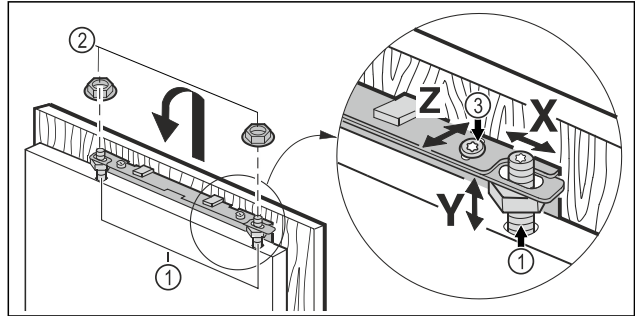

Fig. 46
- ▶ Hang de meubeldeur aan de stelbouten Fig. 46 (1) en draai de borgmoeren Fig. 46 (2) losjes op de stelbouten.
- ▶ Meubeldeur in de hoogte Y en in de zijdelingse schuinite uitlijnen: Stelbouten Fig. 46 (1) met een schroevendraaier instellen.
- ▶ Draai de borgmoeren Fig. 46 (3) vast.